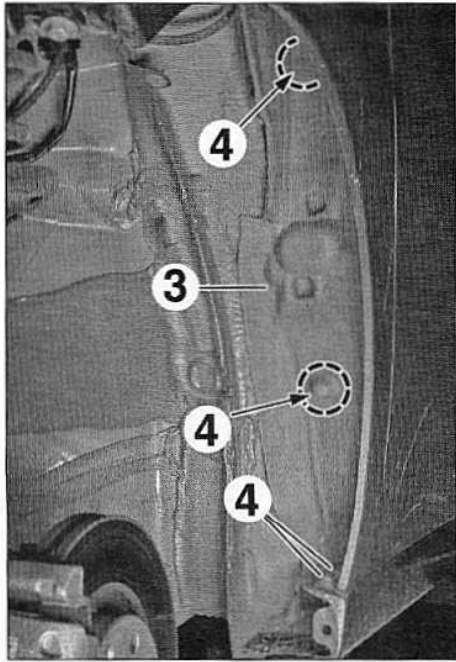

FIG.71
- l'insonorisant (3) (Fig.71),